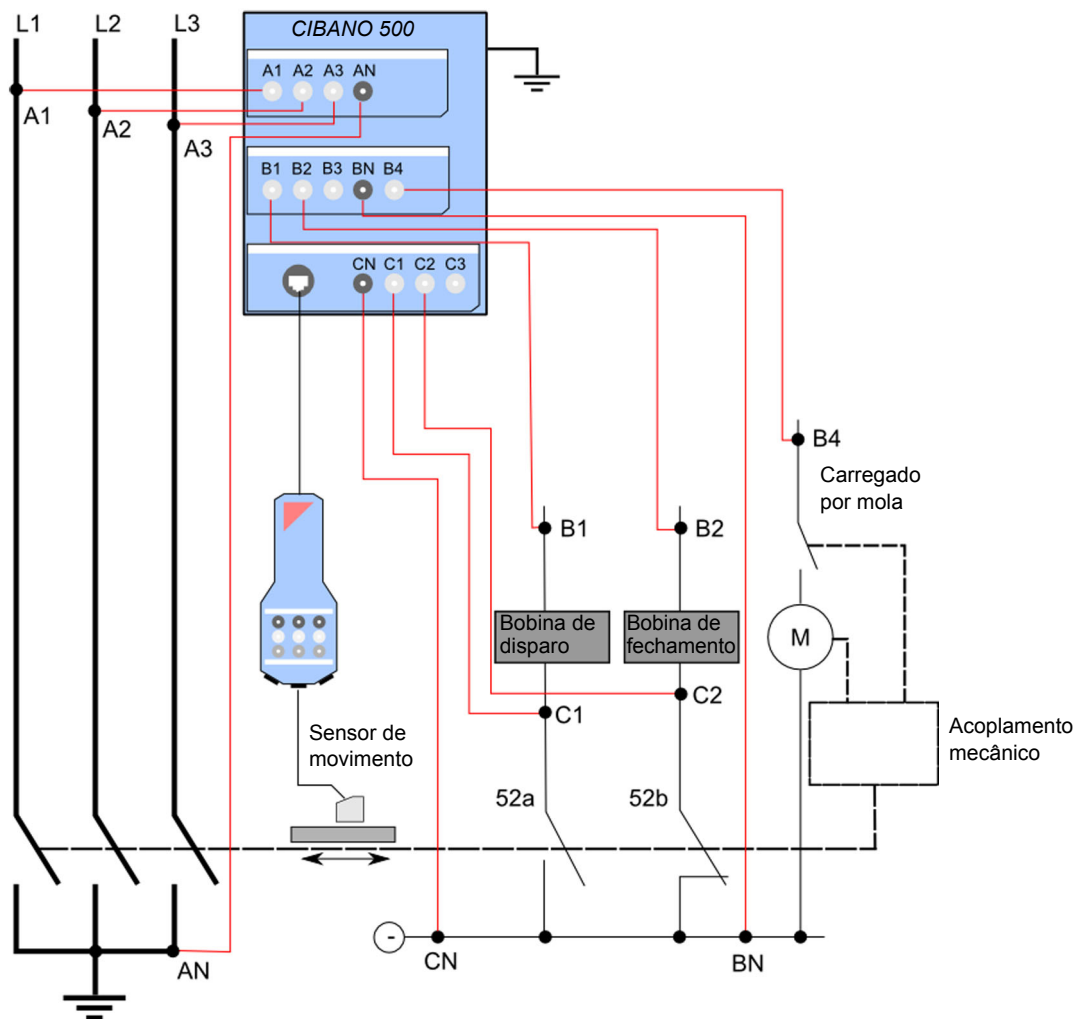

Figura 17-9: Conectando o CIBANO 500 ao disjuntor para o Teste de tempos
- ▶ Conecte o CIBANO 500 ao disjuntor como mostrado em Figura 17-9: "Conectando o CIBANO 500 ao disjuntor para o Teste de tempos".